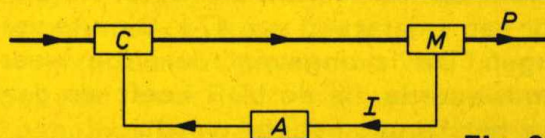
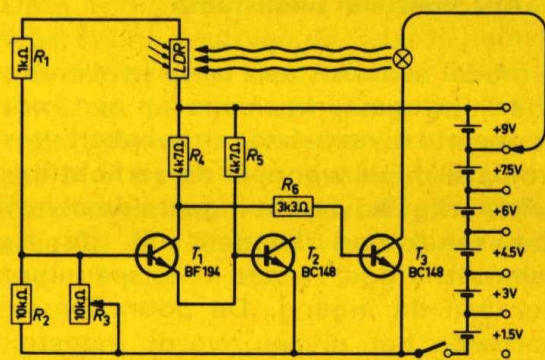

Fig. 29
Fig. 30
In automatische regelsystemen vindt men altijd één of meer gesloten kringen achter elkaar, waardoor een stroom gegevens over resultaten of toestanden gaan van telkens meeteenheid (M) via een versterker (A) naar regeleenheid (C). Zie fig. 29. Een eenvoudige uitvoering van zulk een kring kun je uit deze experimenteerdoos maken. De bedoeling van de regelschakeling van fig. 30 is het lampje op een constante lichtintensiteit te laten branden, onafhankelijk van de batterijspanning of van andere invloeden. Het licht van het lampje valt op de LDR, waarbij wij ervoor moeten zorgen dat geen ander licht